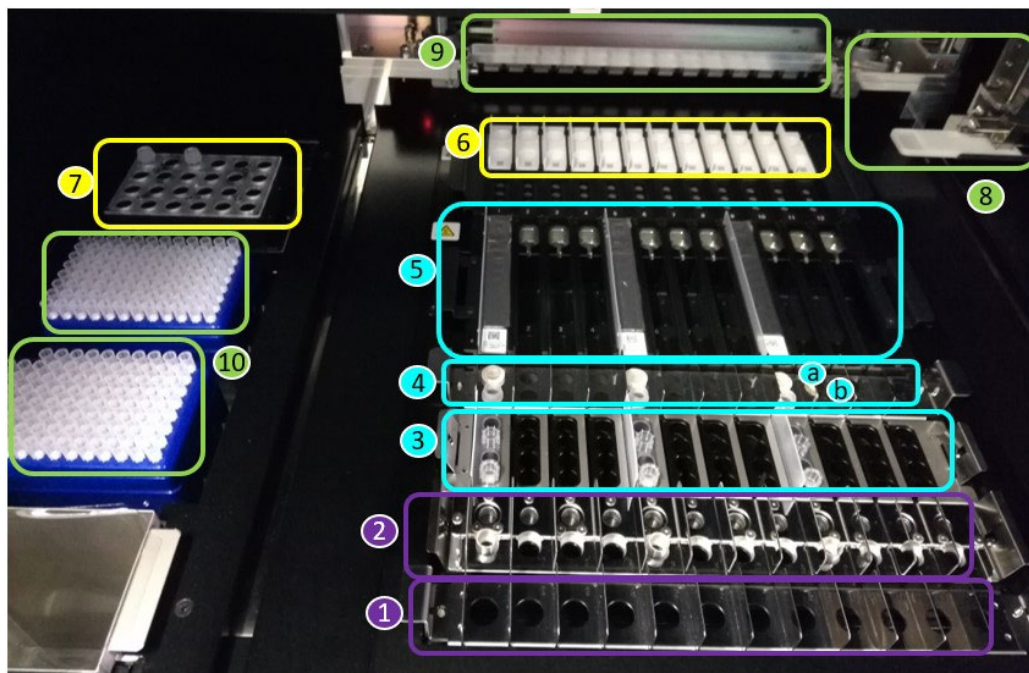

Figura 1: L'area di carico di «**ELiTe InGenius**»
Una panoramica dello strumento «**ELiTe InGenius**» è visibile nella Figura 1.
La Figura 1 mostra le seguenti posizioni: rack provetta primaria (1), rack di estrazione (2), rack puntali (3), rack di eluizione (provetta Dnasi I + adattatore per provette (a) ed Elution Tube (b)) (4), rack cartuccia per estrazione (5) e rack cartuccia per PCR (6), blocco reagente PCR e controllo interno (inventory manager) (7), dispensatore del campione e del reagente (8, 9), contenitore per rifiuti (in basso a sinistra) e puntali (10).
6. Premere il pulsante “Next” per confermare che una quantità sufficiente di reagenti per il numero di test selezionati è stato caricato nella posizione 7 dell’“inventory manager” (vedere pag. 10, Figura 1) come indicato nella schermata.